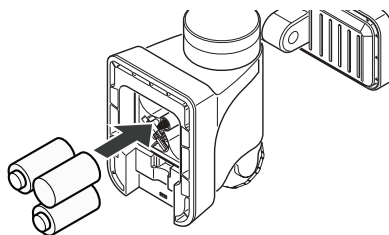

Figura 3
2. Instale tres pilas “C” de 1,5V (no incluidas) en el compartimiento de pilas (vea la Figura 3). Asegúrese que la polaridad de las pilas sea correcta.